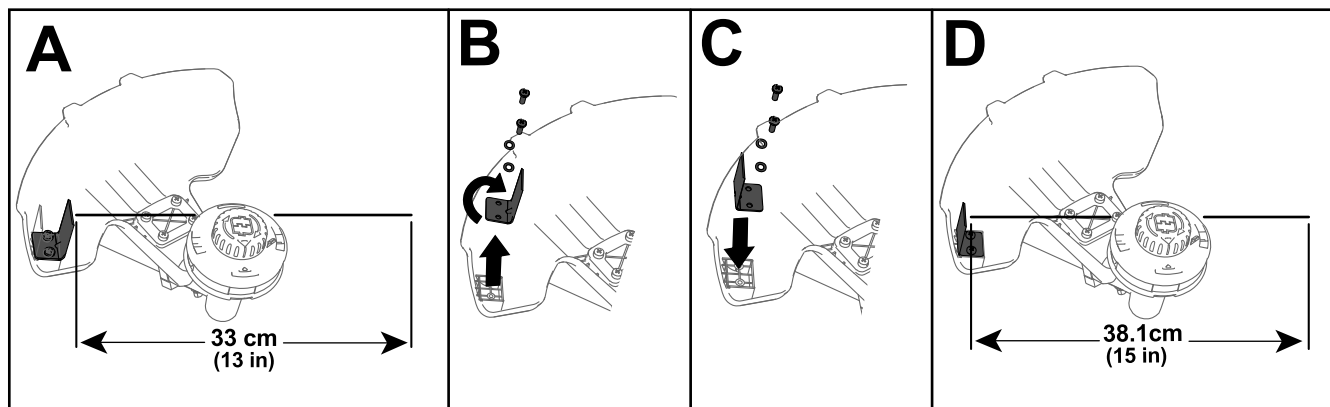

Figura 14
La desbrozadora viene de fábrica con una anchura de corte de 33 cm (13"), como se muestra en la Figura 14, A. Consulte las siguientes instrucciones para ajustar la anchura de corte a 38.1 cm (15"), como se muestra en la Figura 14, D.
1. Retire la pletina de anchura de corte de la parte inferior del protector retirando los 2 tornillos que la sujetan (Figura 14, B) y gire la pletina de anchura de corte 180°.
2. Instale la pletina de anchura de corte girada en el protector usando los 2 tornillos que retiró anteriormente (Figura 14, C).